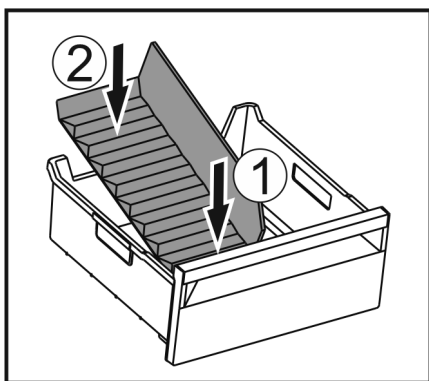

Fig. 141
- ▶ Vložte přední část přepážky přihrádky na led. Fig. 141 (1)
- ▶ Zadní část přepážky přihrádky na led spusťte až na dno zásuvky. Fig. 141 (2)